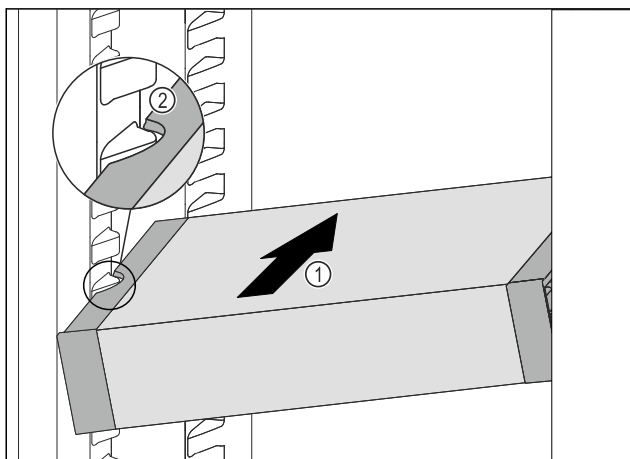

Fig. 142
- Вдвигайте VarioSafe под наклоном в холодильное отделение Fig. 142 (1), пока боковые выемки Fig. 142 (2) VarioSafe не окажутся на высоте выступа резервуара в холодильном отделении.